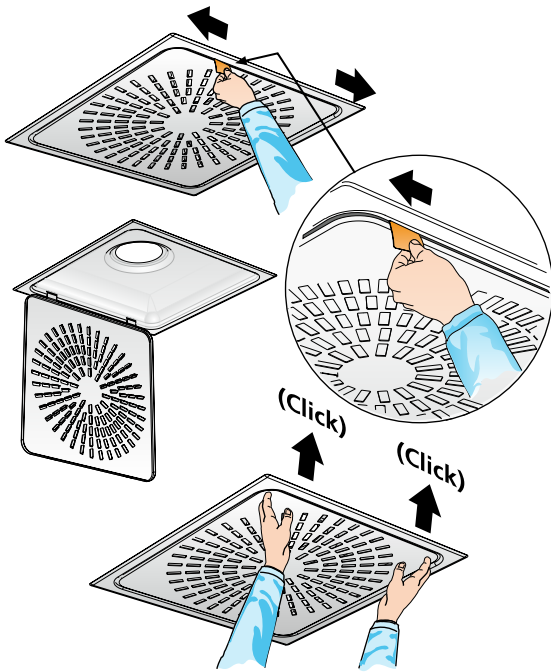

Abb. 2. Quick Access, Demontage des Auslassprofils.
- Das Auslassprofil wird gelöst, indem ein schmaler Gegenstand, beispielsweise die Quick-Access-Karte, zwischen dem Auslassprofil und dem Zwischenkasten eingeführt wird, um die Federn zu lösen. Die Karte von der Mitte zur Ecke schieben, siehe Abbildung 2.